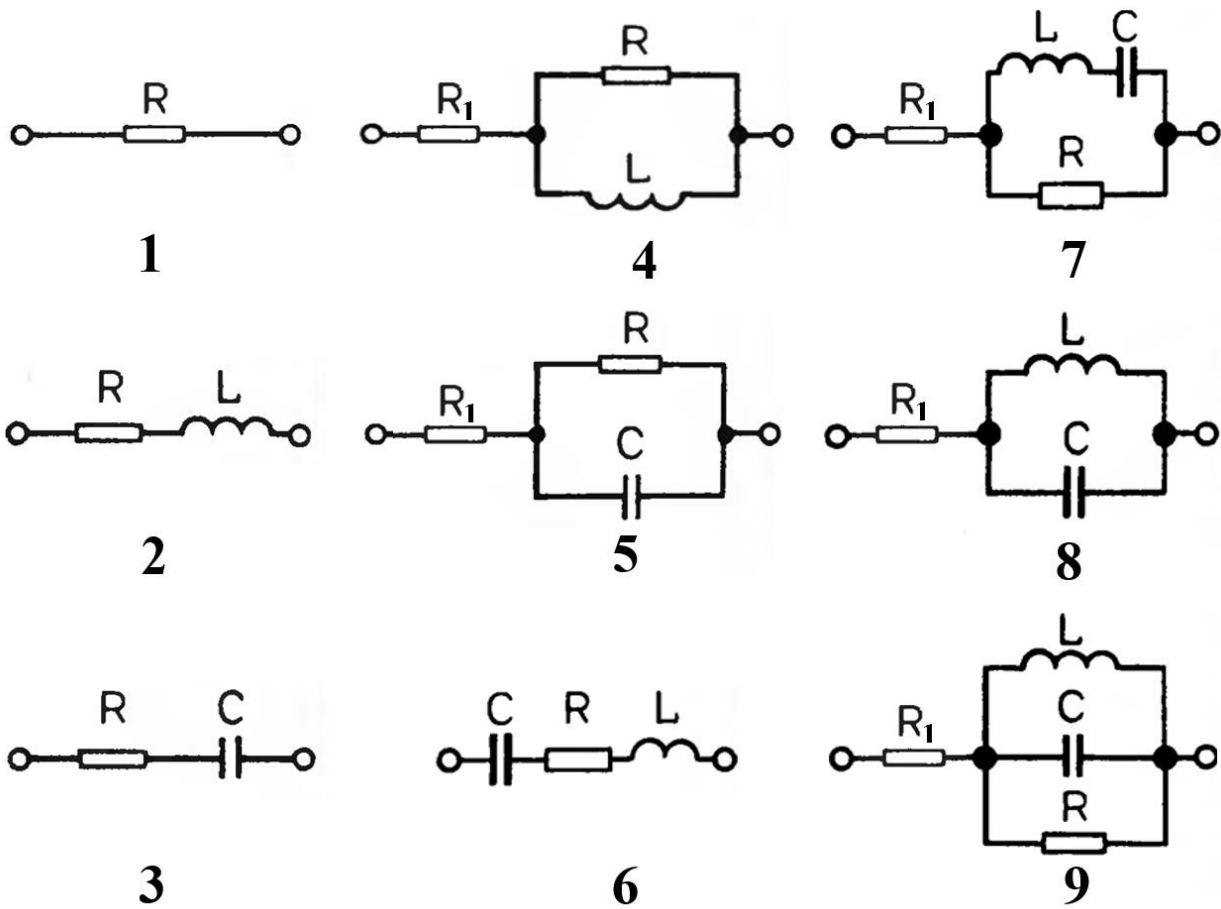

Рисунок 5 – Исследуемые схемы
- оформить заготовку отчёта по лабораторной работе в электронной форме, включив в неё исследуемые схемы (рис. 5);
2. В режиме частотной развёртки постройте амплитудно- и фазочастотные характеристики (АЧХ и ФЧХ) комплексного сопротивления для схем 1-9 (рис. 5).